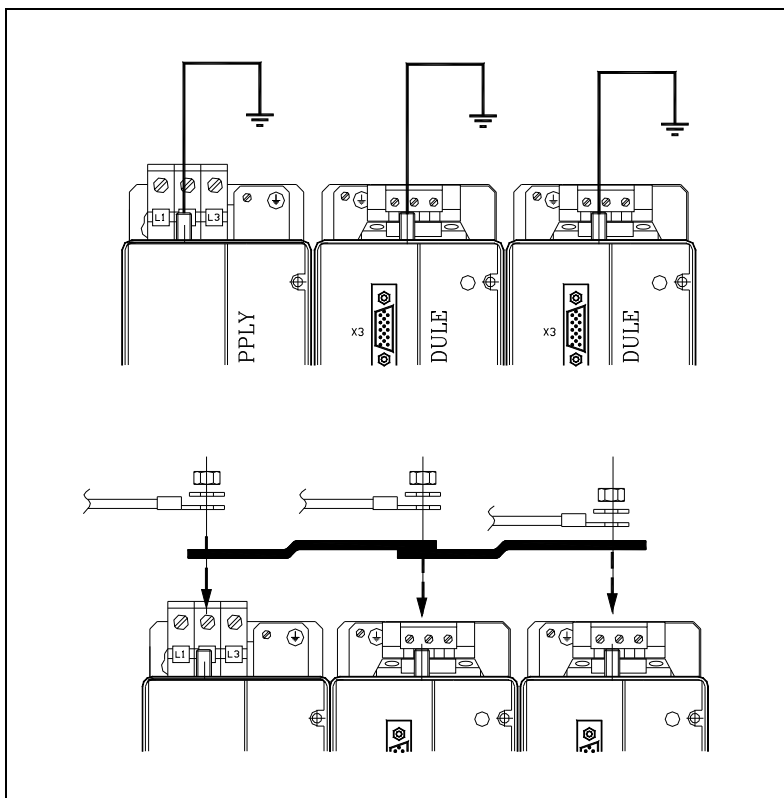

FIGURA H7-12
- Realizar los contactos a tierra como se indica en la **FIGURA H7-12**, con un cable mayor o igual a la de la alimentación trifásica y como mínimo 6 mm².